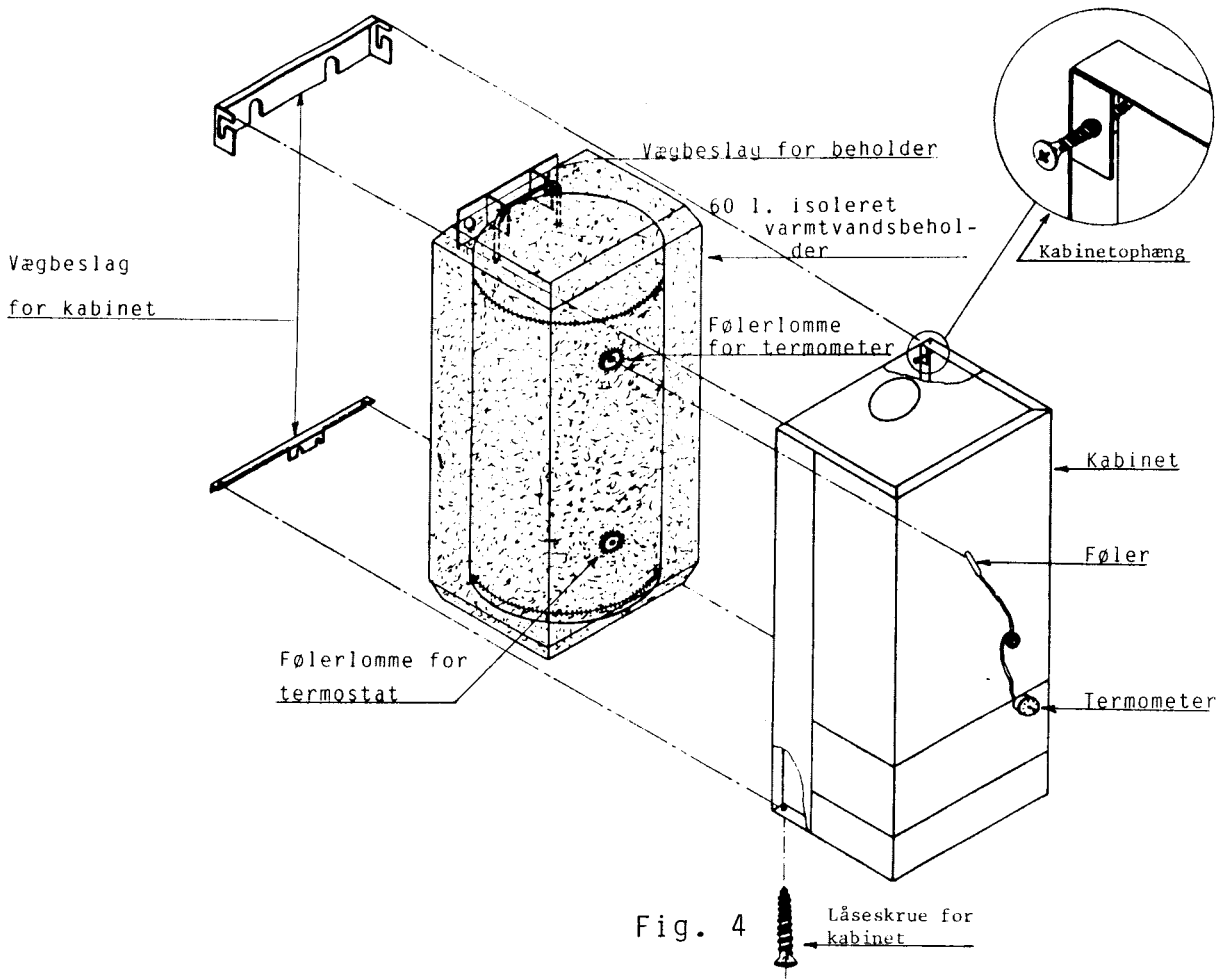
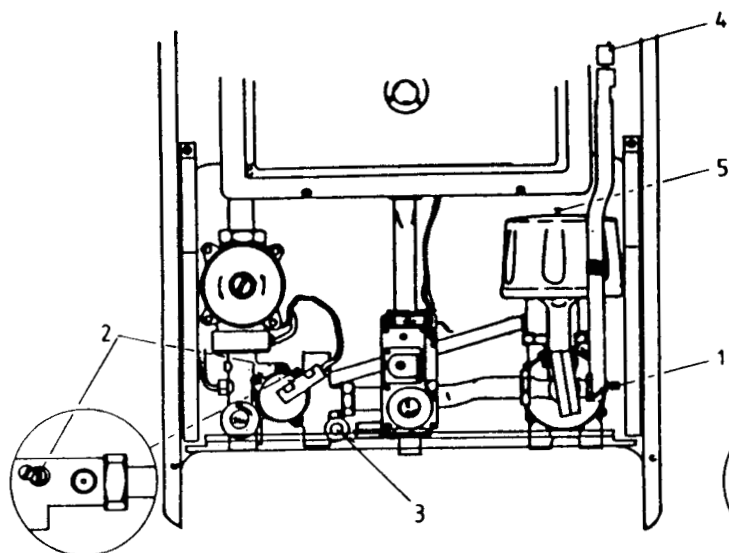

Fig. 4
Fig. 12
Kontroller at vandtrykket fra vandværket er mellem 0,4 - 6 bar. Ved tryk over 6 bar installeres en reduktionsventil. Dette er nødvendigt af hensyn til differenstrykventilen 1 (fig.12), der skifter om fra radiatoropvarmning til brugsvandsopvarmning.
Ved 900 A gøres dette ved at åbne påfyldningshanen (3) fig. 12. Ved 900 B gøres dette ved at åbne for den af installatøren monterede tømme- og påfyldningshane.
Det er vigtigt for kedlens funktion, at den er helt udluftet. Automatisk udlufter (4) (se fig. 12-13) åbnes ved at løsne hættten. Brugsvandsveksler (900 A) udluftes ved at åbne den manuelle udluftningsskrue (5). (Se fig. 12). Spiralen i QF 60 (se fig. 4) udluftes ved at åbne udluftningsskruen i bunden af beholderen.